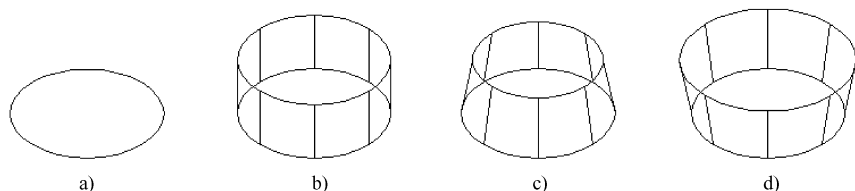

图 12-16 拉伸圆
(1) 模式 (MO): 指定拉伸对象是实体还是曲面。
(2) 指定拉伸的高度: 按指定的高度拉伸出三维实体或曲面对象。输入高度值后, 根据实际需要, 指定拉伸的倾斜角度。如果指定的角度为 0, AutoCAD 则把二维对象按指定的高度拉伸成柱体; 如果输入角度值, 拉伸后实体截面沿拉伸方向按此角度变化, 成为一个棱台或圆台体。图 12-16 所示为不同角度拉伸圆的结果。